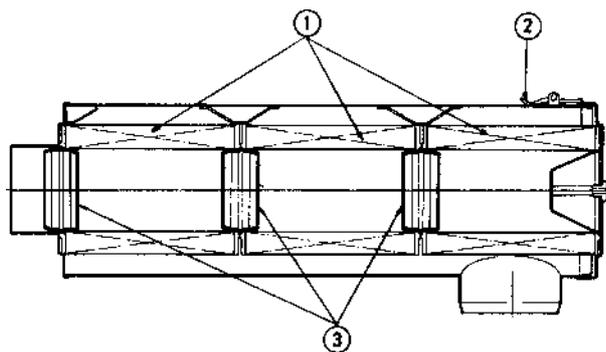

Fig. 76.
- Monter les nouvelles cartouches (1) et les bagues de guidage (3) comme le montre la figure 76.
- Contrôler que les attaches (2) ferment bien le couvercle uniformément. Régler en cas de nécessité en tournant les étriers de façon à ce que les attaches soient bien mises.